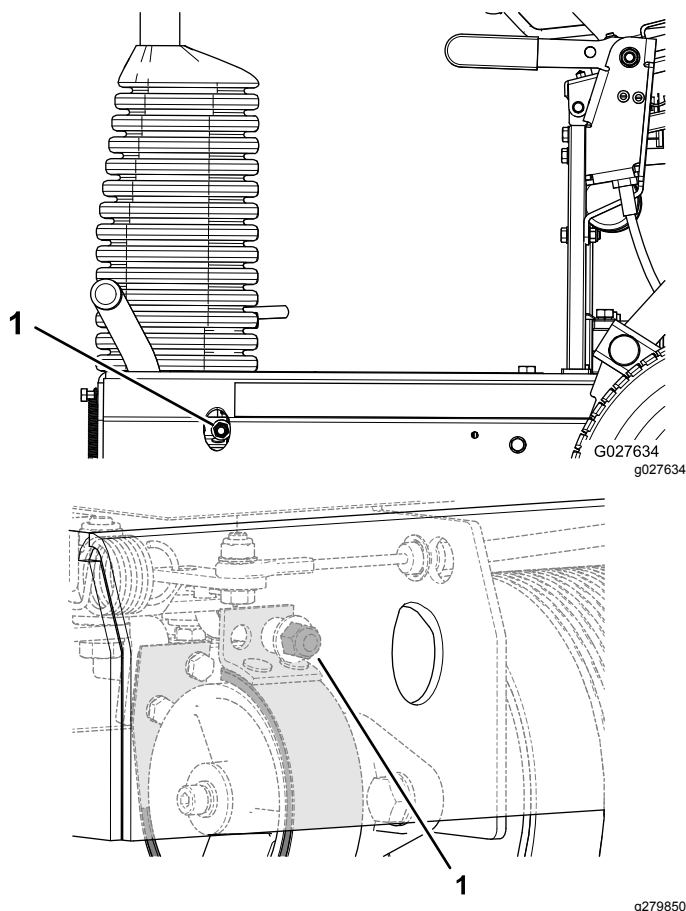

Figura 34
- Para aumentar la resistencia del freno, gire la contratuerca del freno en sentido horario (Figura 34).
- Para reducir la resistencia del freno, gire la contratuerca del freno en sentido antihorario (Figura 34).